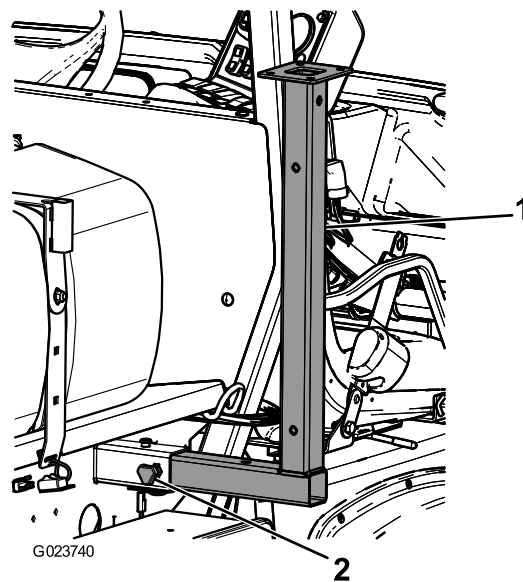

Figura 28
1. Insira os macacos frontais de cima para baixo na estrutura perto dos pontos de fixação frontais (Figura 28).